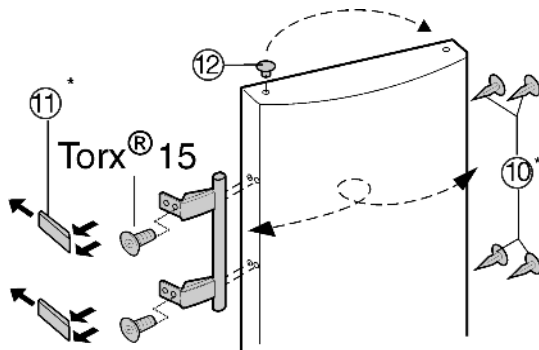

Fig. 6
- ▶ Enlever le bouchon *Fig. 6 (12)* du coussinet de la porte et le mettre de l'autre côté.
- ▶ Démontez la poignée de porte, le bouchon *Fig. 6 (10)* et les plaques d'appui *Fig. 6 (11)* puis les repositionner sur le côté opposé.